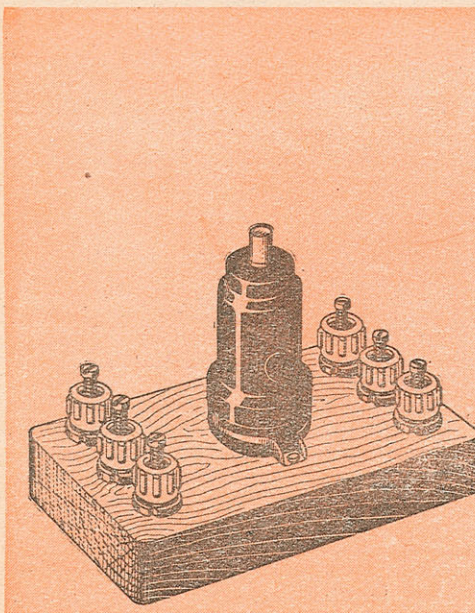

Рис. 3.
3. Электронная лампа 6К7 (рис. 3). Условное обозначение —  $L$ .